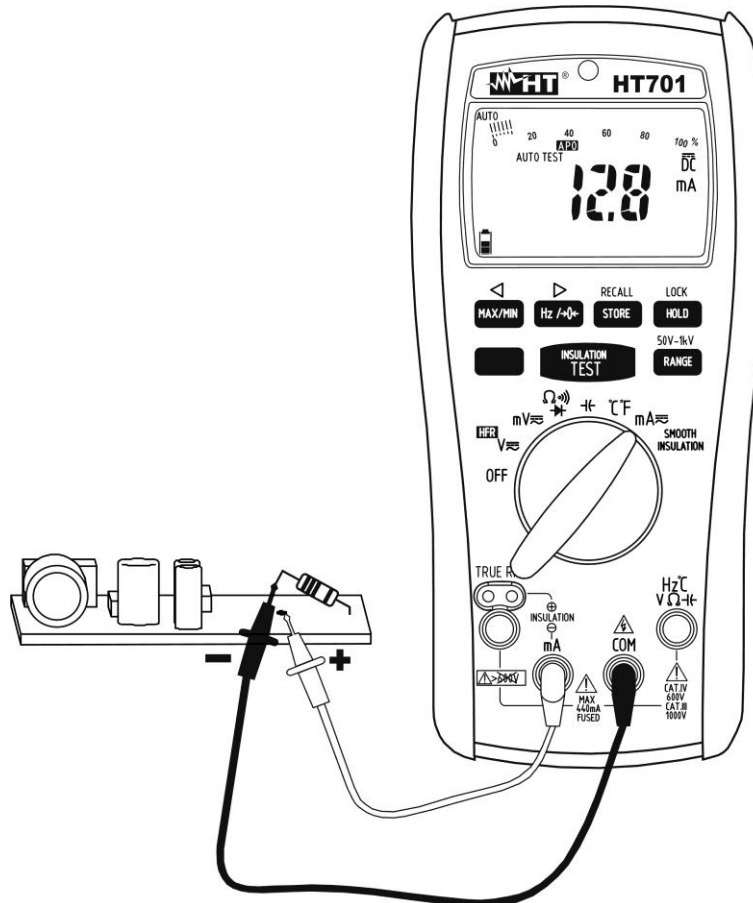

Fig. 4: Uso del instrumento para medida de Corriente CC
6. Conecte la punta roja y la punta negra en serie al circuito del cual se quiere medir la corriente respetando la polaridad y el sentido de la corriente (vea Fig. 4)
9. La visualización del símbolo "-" sobre visualizador del instrumento indica que la corriente tiene sentido opuesto respecto a la conexión de Fig. 4